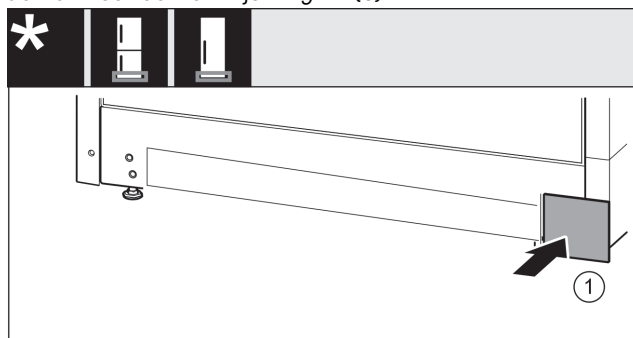

Fig. 18
- ▶ Afdekking aan de andere kant weer plaatsen. Fig. 18 (1)